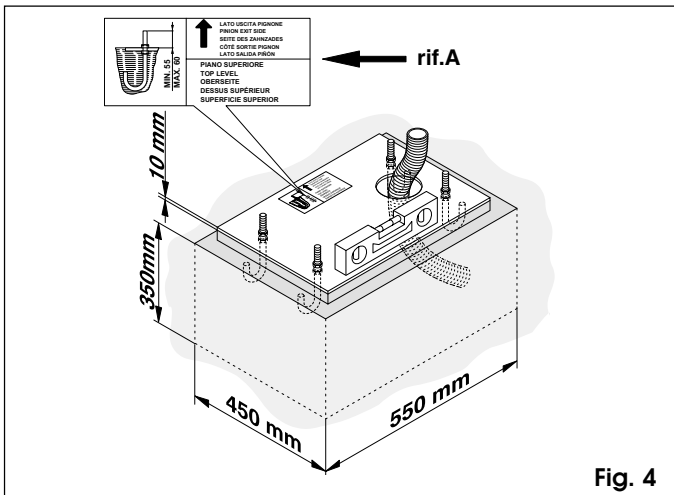
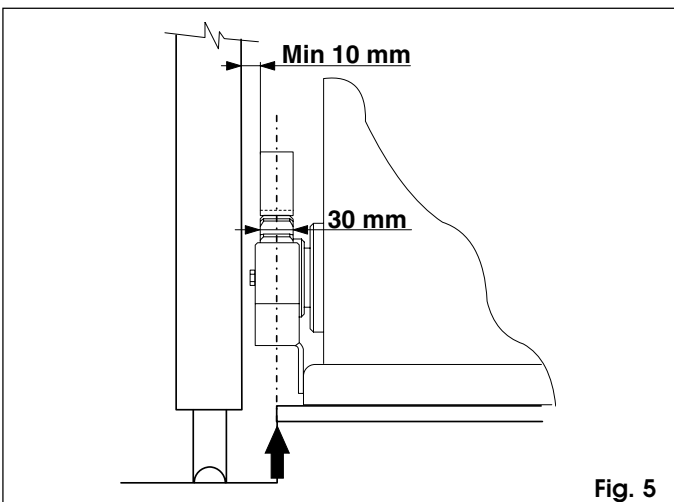
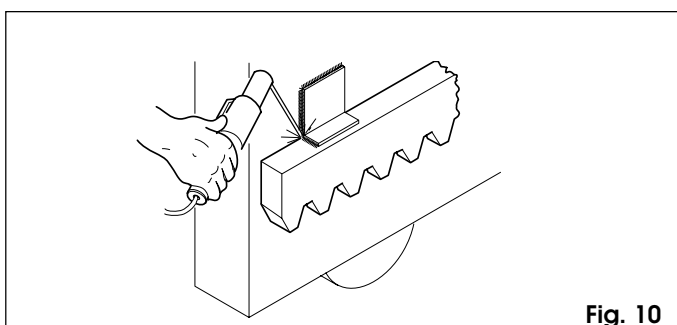

Fig. 4
Fig. 5
Fig. 10
- 1) Colocar la placa de cimentación como ilustra la fig. 4. Para las cotas de emplazamiento, consultar la fig. 5.
- 2) Ensamblar la placa de cimentación como ilustra la fig. 4 ref. A.
- 3) Realizar el plinto de cimentación con las medidas indicadas en la fig. 4 y empotrar la placa colocando una o más vainas para el paso de los cables eléctricos. Verificar la perfecta horizontalidad de la placa mediante un nivel y dejar fraguar el cemento.
- 3) Regular la altura de las patas de forma que el motorreductor quede elevado a 1 cm de la placa, y también la distancia a la cancela (fig. 5 y 9).
**Importante:** para fijar la cremallera a la hoja, es necesario construir soportes especiales según el tipo de cancela. En la fig. 10 se ilustra un ejemplo de soporte en "L". Para la posición de los soportes, consultar las fig. 5 y 9.